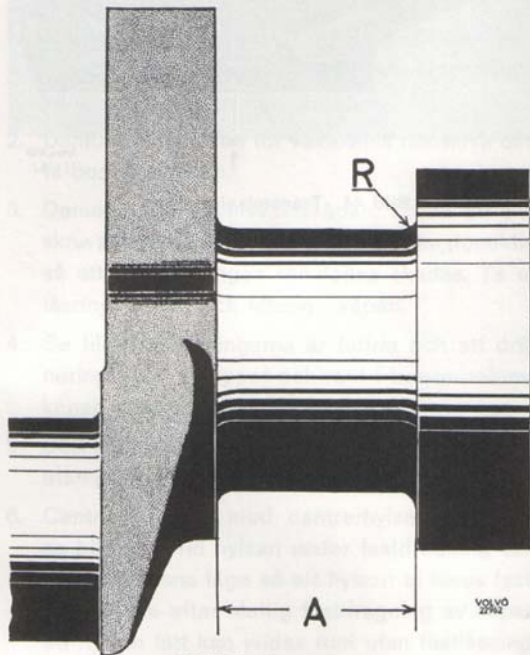

Bild 41. Lagertapp
Radierna vid tapparnas ändar skall vara 2,0–2,5 mm för samtliga tappar, se bild 41. Breddmättet (A) för styrlagret är beroende av tappens dimension och slipas så att rätt mått erhålles.